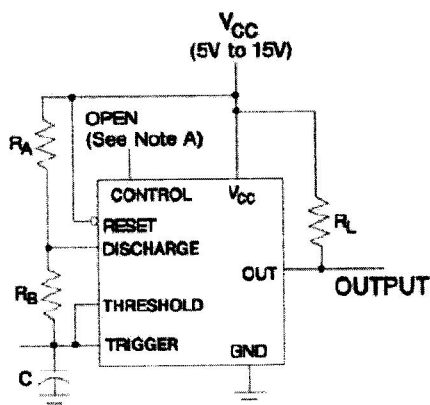

Рис. 1. Схема подключения при автоколебательном режиме
1. Данный параметр влияет на максимальное значение резисторов R_A и R_B на схеме Рис. 1. Например, когда $V_{CC} = 5\text{В}$, максимальное значение $R = R_A + R_B = 3.4\text{МОм}$ и $V_{CC} = 15\text{В}$, максимальное значение – 10МОм .
5. Указанные значения для устройств с автоколебательной схемой – аналогичны указанным на Рис. 1 со следующими компонентами параметров: $R_A, R_B = 1\text{кОм}$ до 100кОм , $C = 0.1\text{мкФ}$.